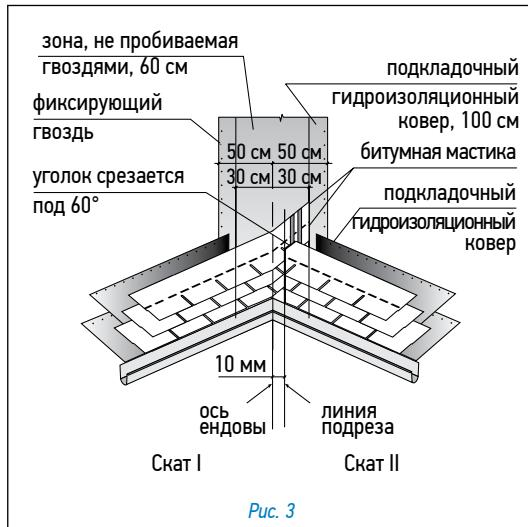

Рис. 3
Ендды (рис. 3)
• лист, подходящий к ендды со ската II, должен доходить до линии подрезки и обрезаться по ней. Верхний уголок обрезанного края листа подрезается под углом 60° (5 × 3 см — рис. 3);